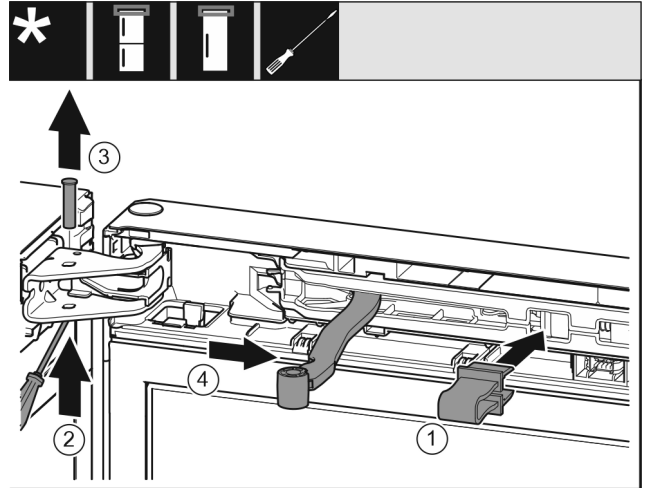

Fig. 8
- ▶ 将安全装置卡入开口。 Fig. 8 (1)
- ▶ 用螺丝刀将螺栓推出。 Fig. 8 (2)
- ▶ 向上取出螺栓。 Fig. 8 (3)
- ▶ 将铰链转向门的方向。 Fig. 8 (4)